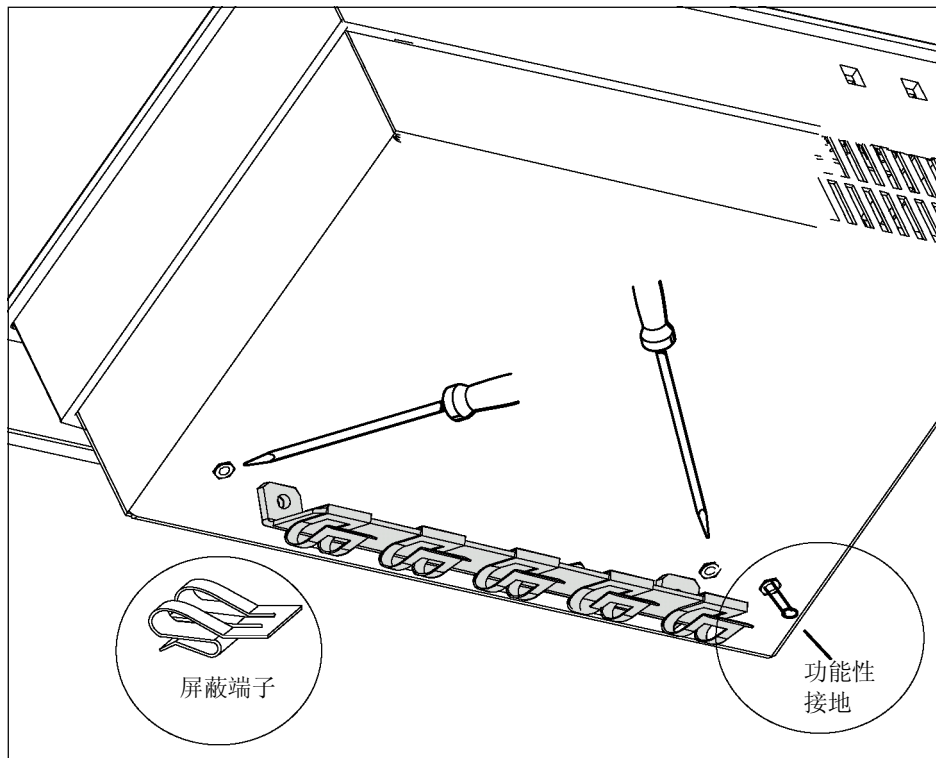

图2-13 带有接地条、屏蔽端子和功能接地连接的C7-613
应使用电缆接线头以及截面积至少为 4 mm^2 的电缆，连接功能性接地 （见图 2-13）和机柜接地。
1. 取下C7-613上的两个螺钉，如图2-13所示。
2. 将接地端子如图2-13安放，使用所取下的螺钉重新拧紧。
3. 将屏蔽端子放置在接地端子上，如图2-13所示。